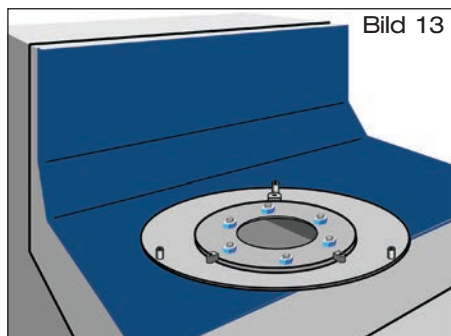
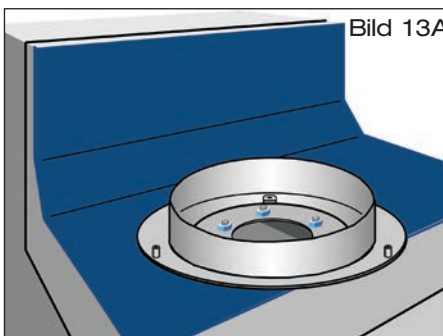

Bild 13
Bild 13A
2.5 Bodenplatte auf Dachdichtungsbahn aufsetzen. Dachdichtungsbahn mit Bodenplatte, Losflansch und beiliegenden Schrauben verklemmen (Bild 13). Bei Notablauf Wehrbecken auf Bodenplatte aufsetzen (Bild 13A). Beiliegende Schrauben mit Steck- oder Ringschlüssel SW 19 gegenüberliegend anziehen. Anzieh-Drehmoment: 20 Nm. Überstände der Abdichtungslage in den Einlaufbereich sind zu entfernen.